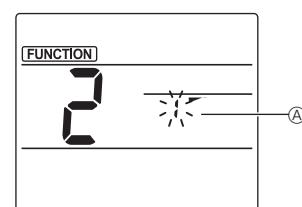

Fig. 2
- ② Valg af ventilatorvingenummer (Fig. 2)